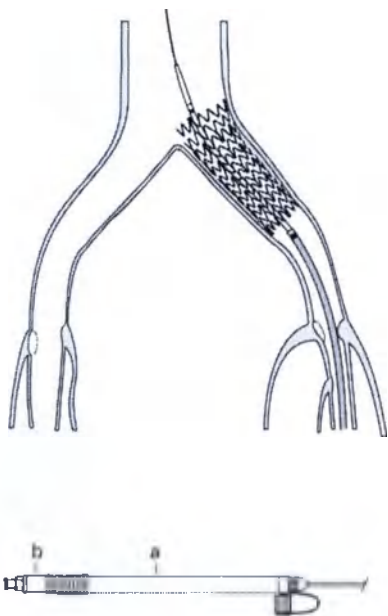

Fig. 8
6. Стент полностью развернут, когда рукоятка (a) достигает втулки (b). (Рис.8)